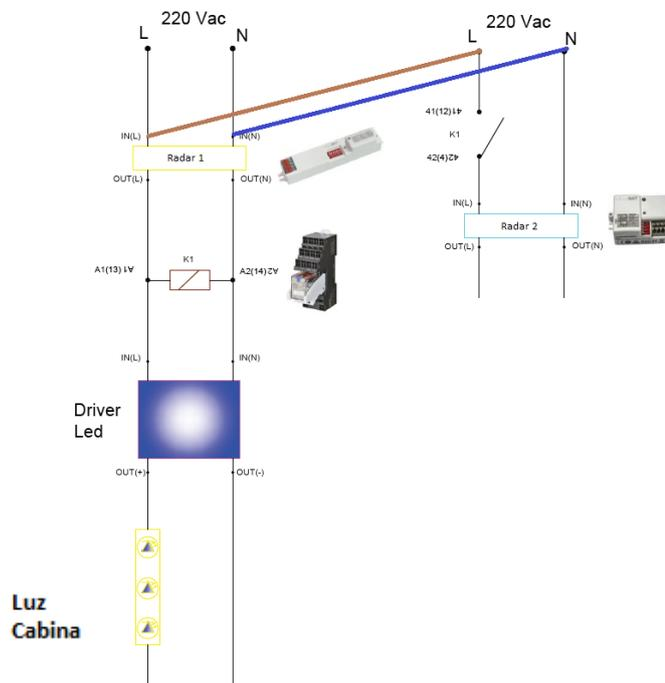

Fig. 6
- VI. Ensuite, connectez le radar 2 alimentant l'entrée IN (L) depuis **broche 42 (4) du relais OMRON** et l'entrée IN (N) du neutre (N) de la ligne obtenue à partir de l'alimentation des éclairages d'ascenseur (Fig. 6).